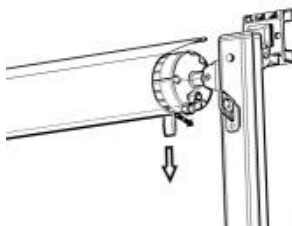

Figure E2
17. Nie można pociągnąć dźwigni zapadki: Podczas pociągania dźwigni zapadki należy delikatnie pociągnąć za pasek rury rolkowej, jednocześnie przesuwając dźwignię zapadki. (Rysunek E2)